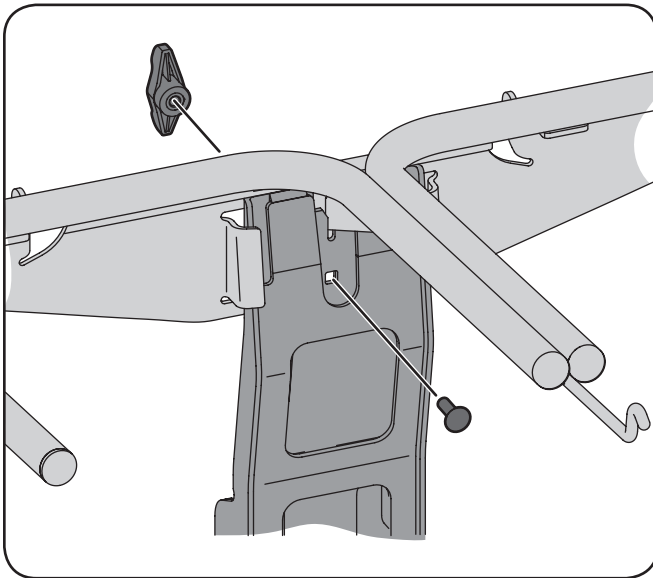

Figure 4-10
4. Installez l'ensemble de suspension sur le support de support vertical en utilisant un boulon de carrosserie (710-0276) et le bouton de l'aile (720-04122) la trousse de visserie 689-00328A. Voir Figure 4-10.